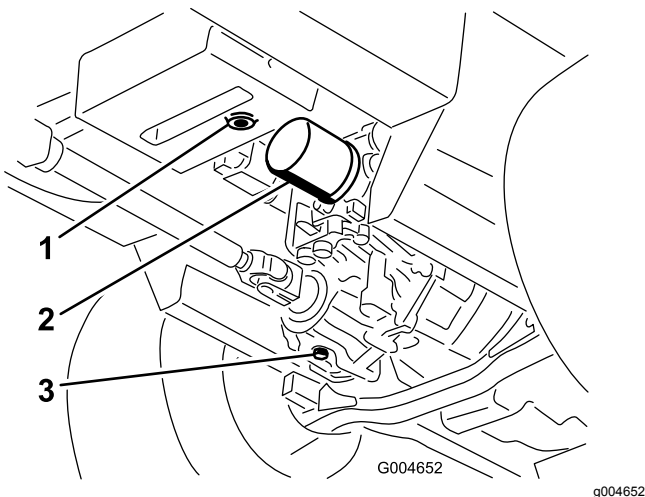

Figura 93
3. Coloque un recipiente grande debajo del depósito de aceite hidráulico y el alojamiento de la transmisión y retire los tapones; deje que se vacíe todo el aceite hidráulico (Figura 93).
4. Limpie la zona alrededor del filtro de aceite hidráulico y retire el filtro (Figura 93).